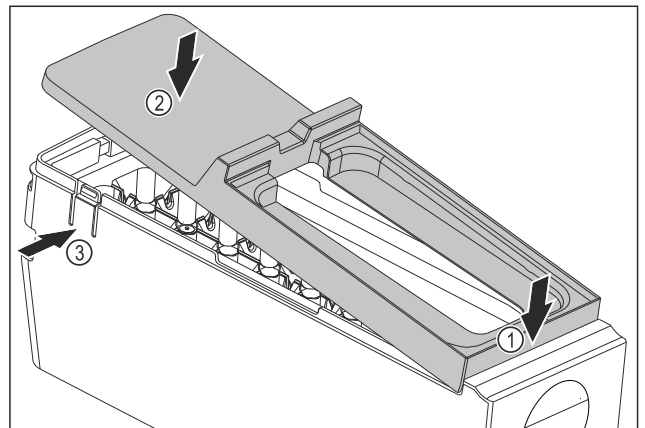

Fig. 77
- ▶ Montáž krytu korpusu EasyTwist-Ice: Nasadte kryt na přední stranu. Fig. 77 (1)
- ▶ Spusťte kryt vzadu dolů. Fig. 77 (2)
- ▷ Kryt slyšitelně zaklapne v obou lamelách Fig. 77 (3).